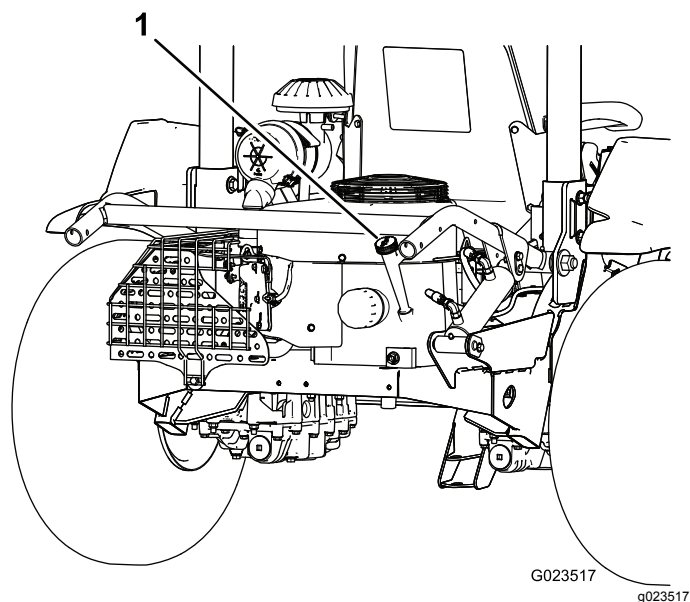
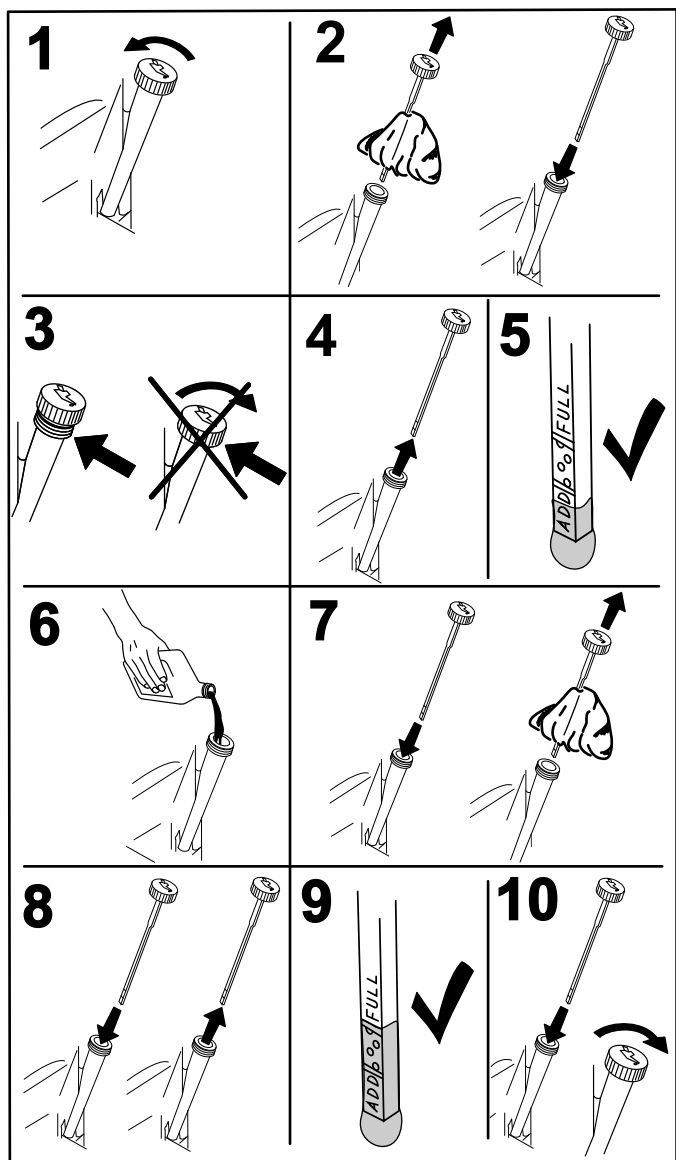

Figura 14
Figura 15
2. Retire a vareta (Figura 14) e limpe-a com um pano limpo (Figura 15).